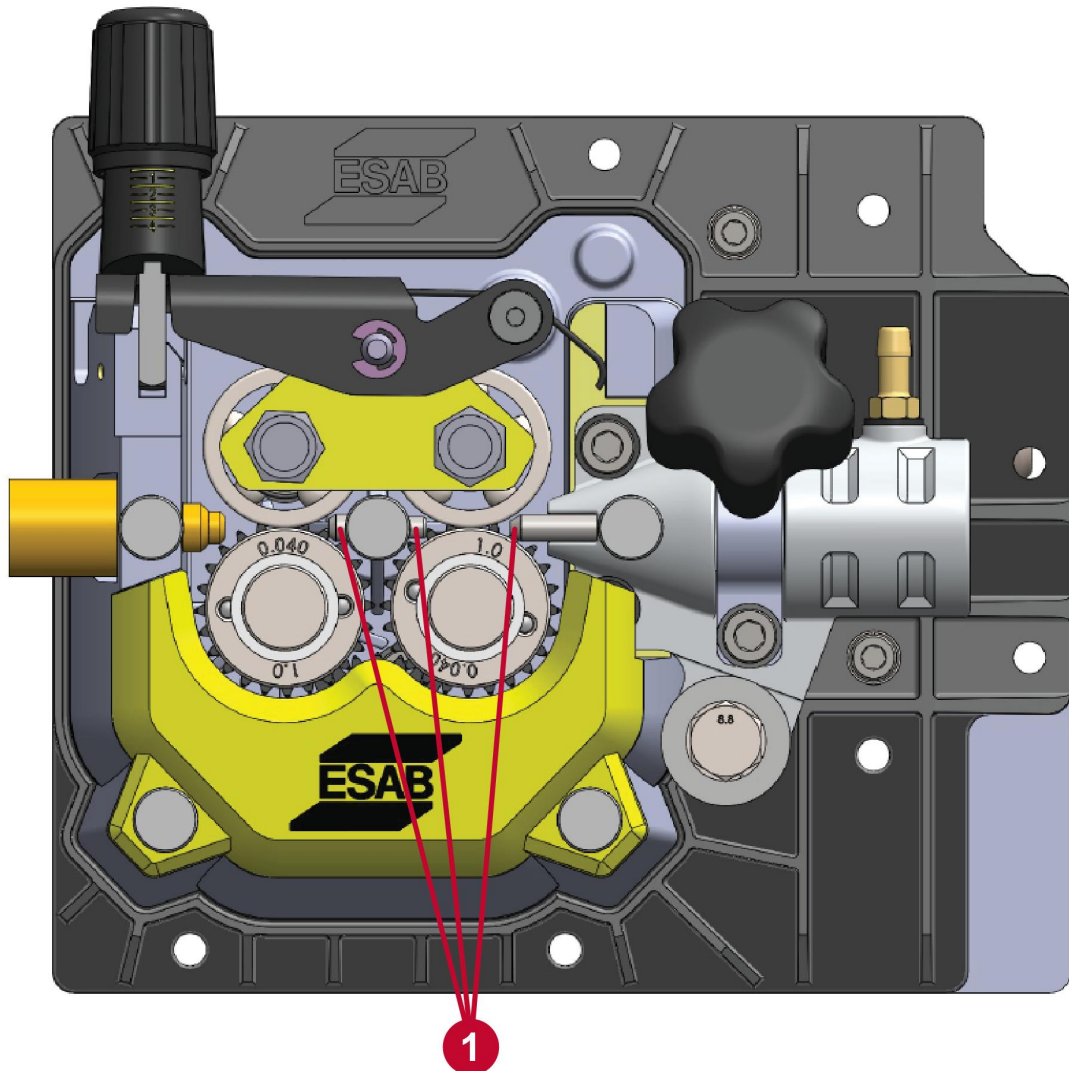

Figure 20. Vérifiez le dégagement des deux tubes guides.
1. Assurez-vous que le tube guide-fil central présente un dégagement avec chaque galet d'entraînement. La vis de réglage du tube guide-fil central doit être serrée à la main (voir les figures 20 et 18). Le tube guide-fil central ne nécessite aucun ajustement, mais il doit être inséré complètement afin d'obtenir un dégagement avec les galets.
2. Ajustez le tube guide-fil de sortie de façon à obtenir un dégagement de 1 mm (0,03 po) avec le galet d'entraînement de droite (voir la figure 20). Vérifiez que le tube guide-fil central présente un dégagement avec chaque galet d'entraînement, puis serrez sa vis de serrage à la main.